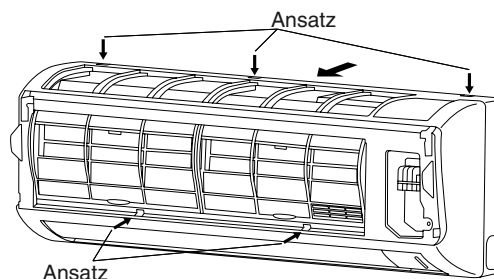

Abb. 3-87
- (3) Die 3 Ansätze oben am Gitter sowie die 3 Ansätze an der Vorderfläche drücken, um das Gitter vom Rahmen zu lösen. (Abb. 3-87)
- (4) Das Gitter zu sich ziehen und entfernen.